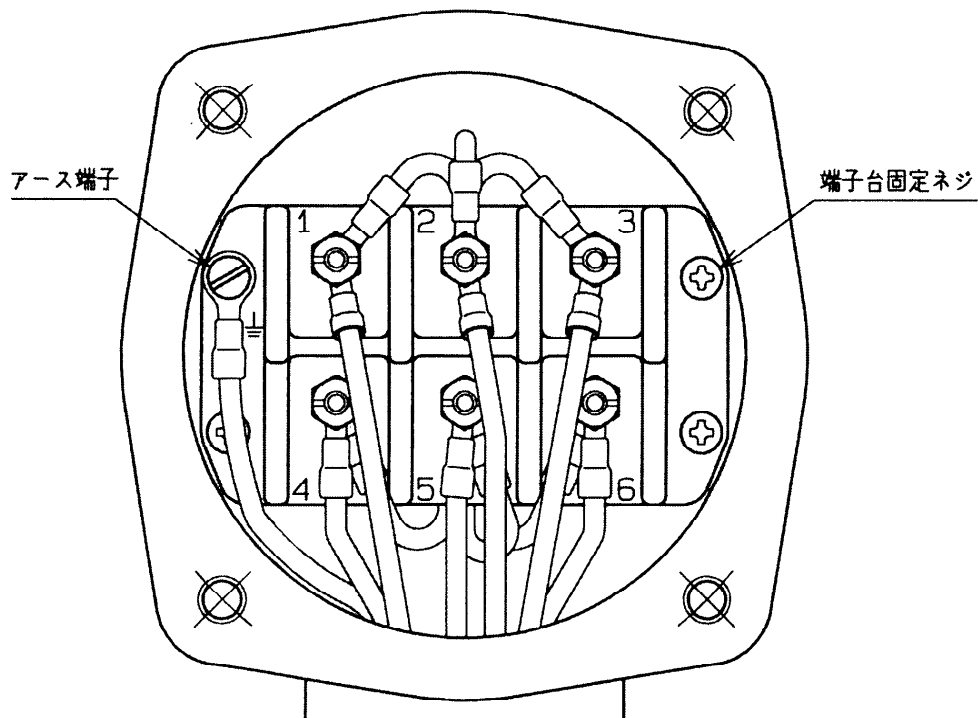

図 8 - 2
- ・ 端子台の端子番号 1, 2, 3 から配線を取り出す場合は、図 8 - 2 に示すように端子番号 4, 5, 6 側（図の下側）に電線を取り出し、端子 4, 5, 6 の上（図の手前側）を通して下さい。アース端子や端子台固定ネジの上を通すと、フタを締めた時に線を押潰してしまう可能性があります。